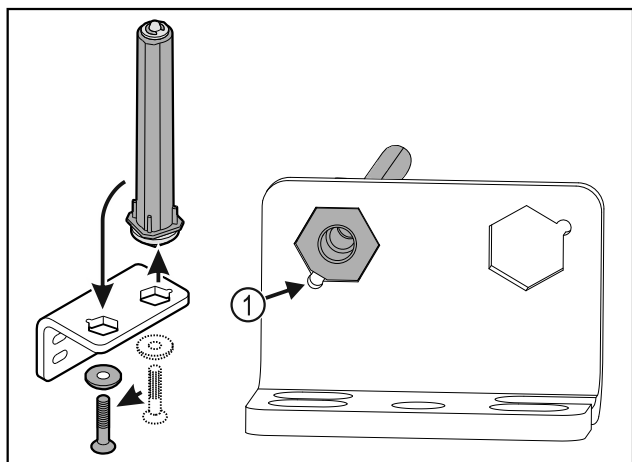

Fig. 28
- Observar que, al colocar, el bisel del perno Fig. 28 (1) apunte hacia el agujero redondo.